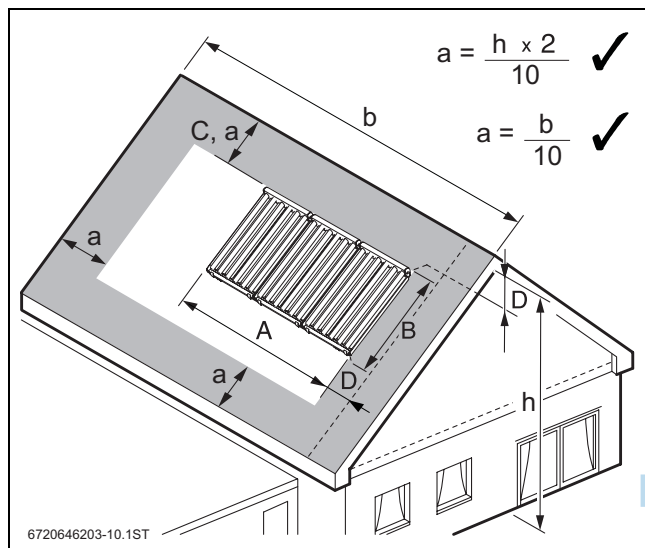
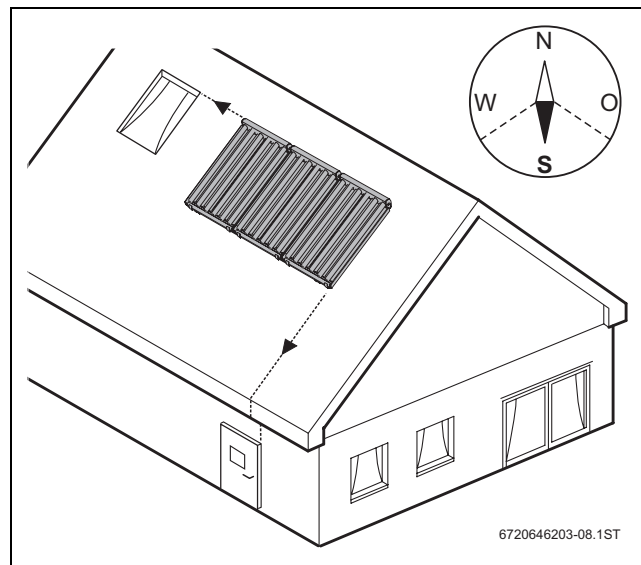

Bild 9 Abstandsmaße des Kollektorfeldes
Bild 13 Ausrichtung des Kollektorfeldes an der Gebäudeform
- Kollektoren optimal auf dem Dach anordnen (→ Bild 13). Z. B. so, dass das Kollektorfeld mit Fenstern und Türen fluchtet. Hierbei jedoch die Mindestabstände zum Dachrand beachten (→ Bild 9).